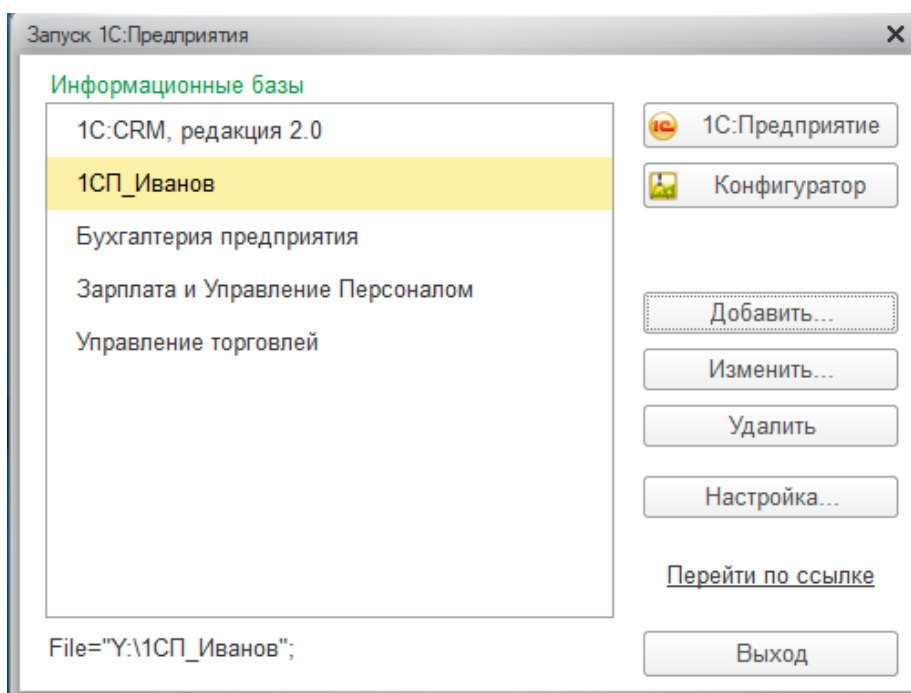

Рисунок 1.5- Информационная база в списке информационных баз
2.2 Сделаем двойной щелчок по значку 1С Предприятие на Рабочем столе или воспользуемся командой **Пуск > Все программы > 1С Предприятие 8 > 1С:Предприятие**. В появившемся окне интерактивной программы запуска, (см. Рисунок 1.5), нажмем на кнопку **Добавить**.
Мы оставим здесь параметры, установленные по умолчанию и нажмем на кнопку **Готово**. После этого информационная база появится в списке информационных баз, Рисунок 1.5.